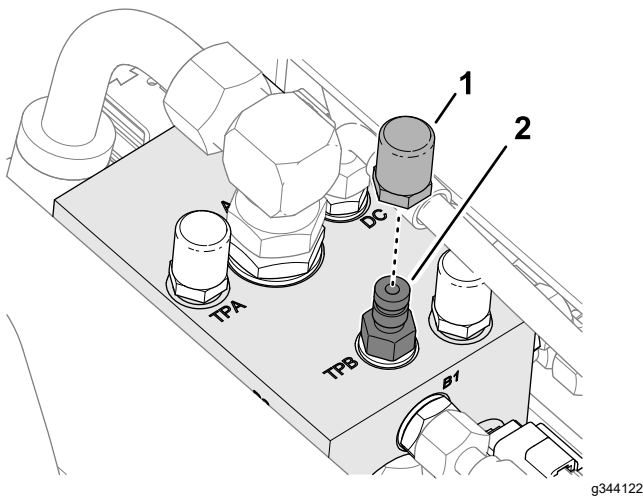

Bild 23
2. Entfernen Sie am vorderen Antriebsverteiler die Staubkappe vom Minimess-Anschlussstück im Anschluss TPB (Bild 23).